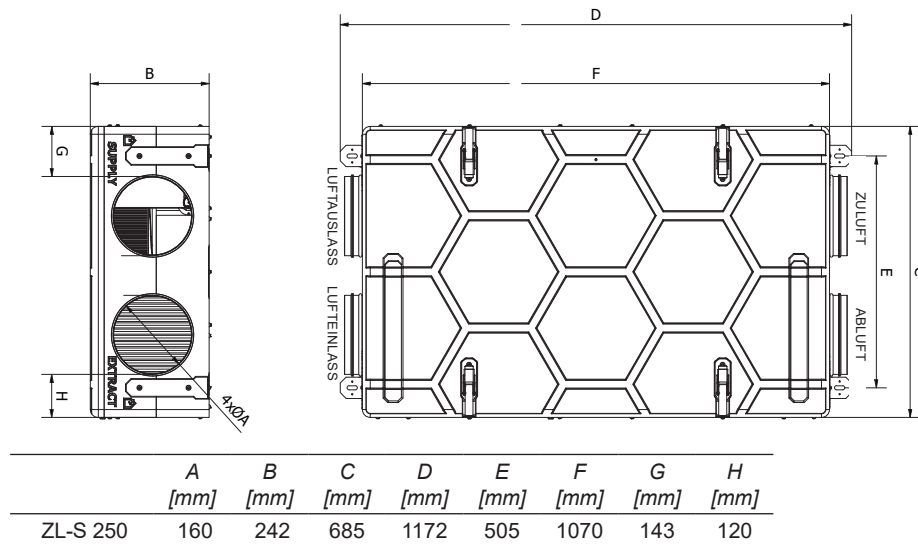

Abb. 1 - Abmessungen der ZL-S-Wohnraumlüftungen
1. Abmessungen:	242×1070×685 mm (H×B×T) - ZL-S-250 300×1180×735 mm (H×B×T) - ZL-S-350 300×1300×898 mm (H×B×T) - ZL-S-500 [Abb. 1]